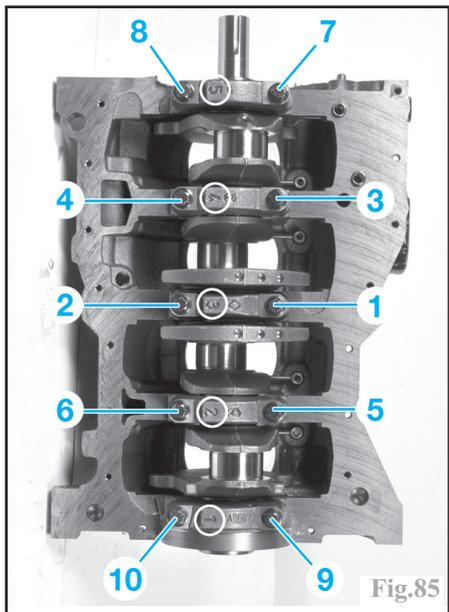

Fig.85
-reposer, sans les serrer, les chapeaux de paliers de vilebrequin n° 2 à 5 (n°1 côté volant moteur, et repère lisible sur les chapeaux depuis le côté opposé au filtre à huile) avec des vis neuves, après s'être assuré de la présence de leurs douilles de centrage (Fig.85).
-serrer, par passes successives, les chapeaux de paliers de vilebrequin en respectant l'ordre prescrit (Fig.85).